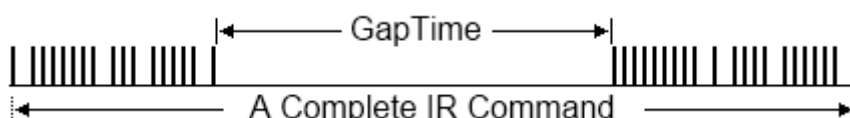

图 3-5、具有较大 GapTime 的 IR 命令通讯协议
- [7] **GapTime** : IR 命令内无载波的最大间隔时间 (图 3-5)。例如对 Sharp TV 的遥控器可加大此时间以达到较佳学习效果。